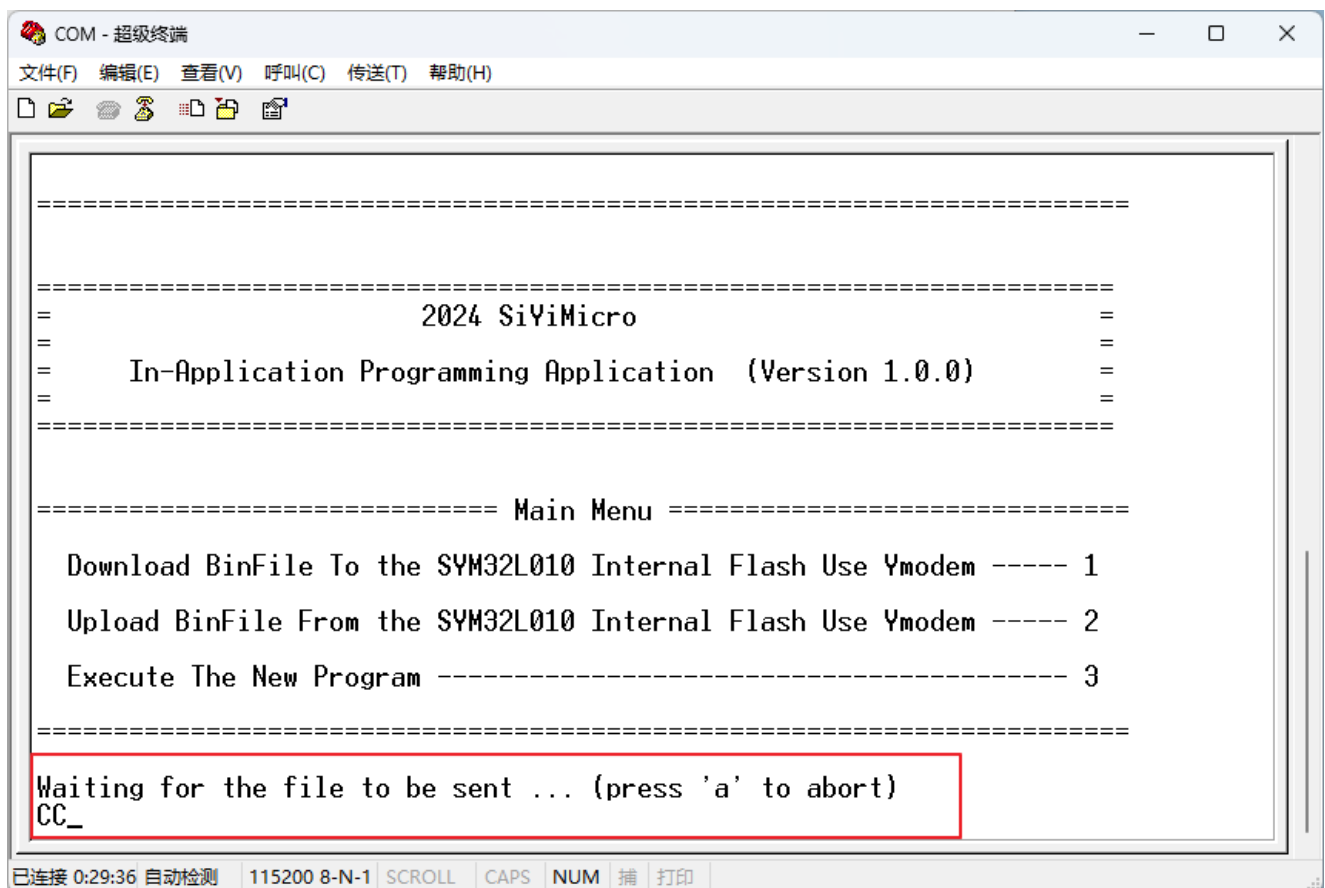

图 6-9 下位机处于接收状态时的提示信息
Step1.根据提示信息，发送字符“1”使下位机处于接收状态，如图 6-9 所示；